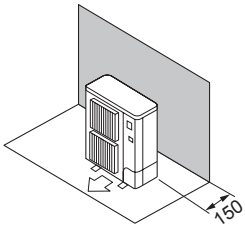

Fig. 2-3
- ① Hindernisse auf der Rückseite (Fig. 2-3)